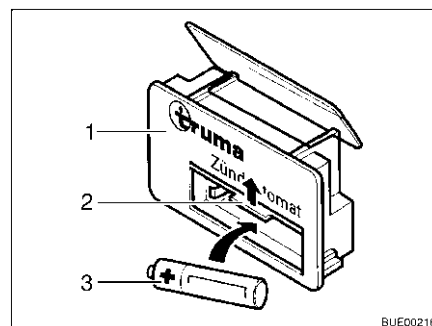

Bild 143 Automattändning
- Skjut upp batterifackets skyddslock (Bild 143,2) på automattändningen (Bild 143,1).
- Sätt in ett nytt batteri (Bild 143,3) i automattändningens batterifack, använd samma typ av batteri och se till att polerna (+/-) kommer rätt. Använd endast temperaturbeständiga (+70 °C) mignon-batterier, som inte kan läcka.